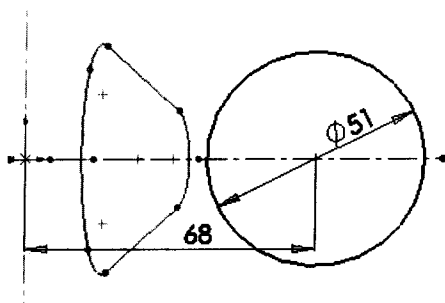

图 1-10 草图 6
⑩ 创建草图 6。在特征管理器设计树中选择“基准面 3”作为草图绘制平面，单击 (草图绘制) 工具，再单击草图工具栏中的 (中心线) 工具、 (圆) 工具绘制草图。单击尺寸/几何关系工具栏中的 (智能尺寸) 工具标注尺寸，如图 1-10 所示。单击 (退出草图) 图标，完成草图 6 的绘制。